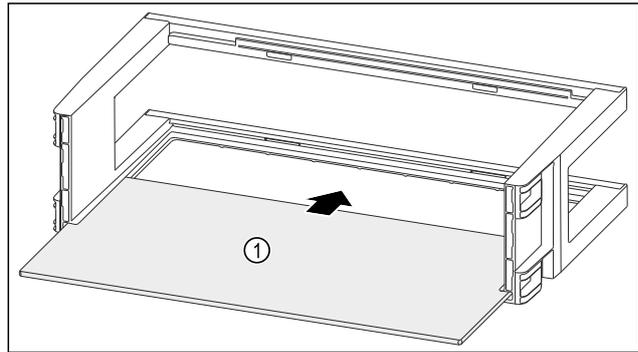

Fig. 97
- Abstellfläche Fig. 97 (1) in die seitlichen Einsparungen einschieben.